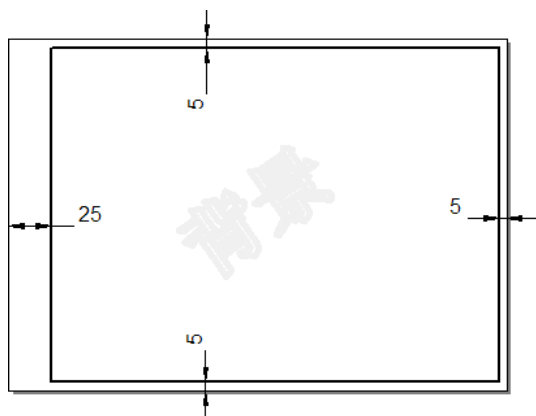

图 11.5.5 绘制图框线
Step8. 绘制图框线。选择绘制草图选项卡绘图区域中的命令，在“2点创建矩形”命令条中单击按钮，然后在弹出的下拉列表中选择50选项，然后绘制图11.5.5所示的边框并添加尺寸。